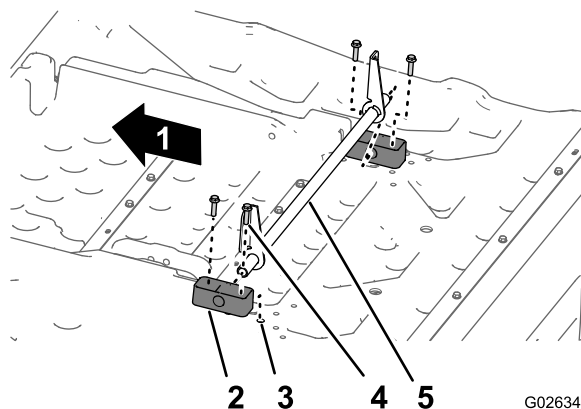

Рисунок 9
2. Вставьте конец трубы кронштейна шарнира в сборе в поворотный блок (Рисунок 9).
3. Установите другой поворотный блок на другой конец трубы кронштейна шарнира (Рисунок 9).
4. На **новом** грузовом кузове совместите отверстия в новом поворотном блоке с резьбовыми вставками в грузовом кузове, присоедините блок с помощью 4 болтов с фланцевыми головками (3/8 x 1-1/2 дюйма) и затяните болты от руки (Рисунок 9).